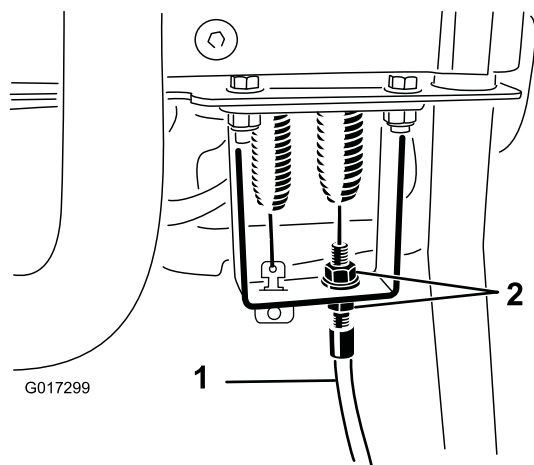

Рисунок 52
4. На переходнике рукоятки управления ослабляйте трос управления барабаном, пока на нем не появится слабина (Рисунок 52).